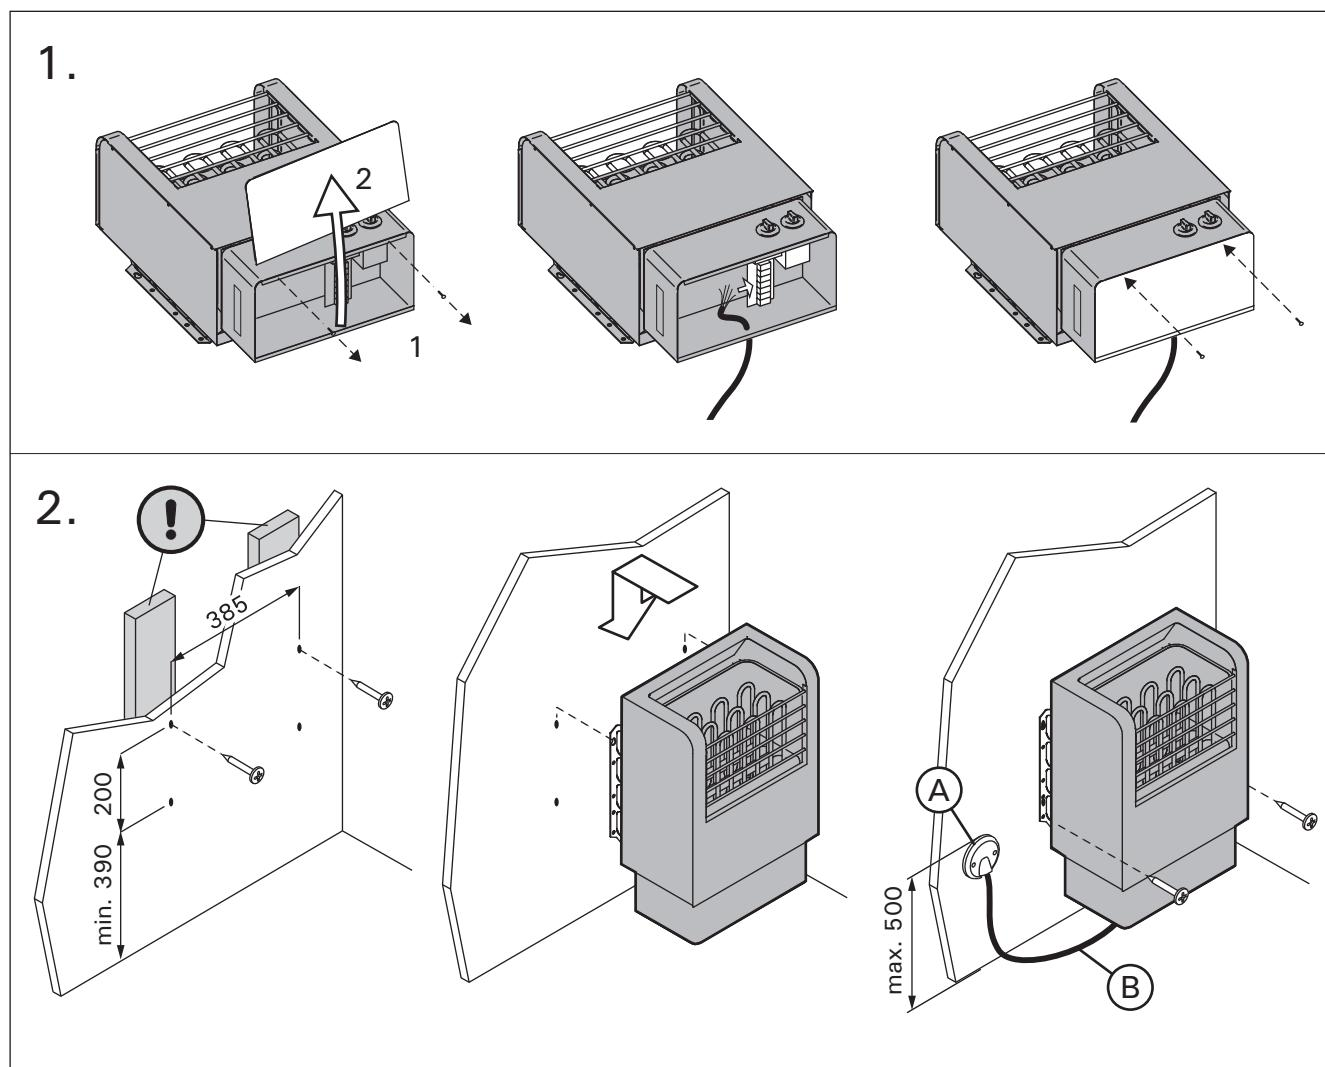

Рисунок 8. Крепление каменки к стене (все размеры приведены в миллиметрах)
См. рис. 8.
- Каменка гибким проводом подсоединяется к соединительной коробке (рис. 8: А) на стене сауны. Соединительная коробка должна быть брызгозащищенной и находиться на расстоянии не выше 500 мм от пола.
- В качестве кабеля (рис. 8: В) следует использовать резиновый кабель типа HO7RN-F или подобный.